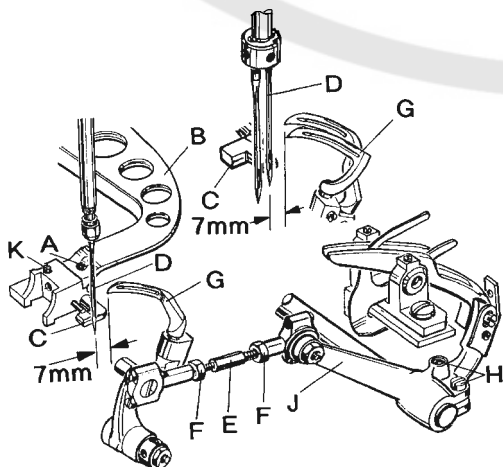
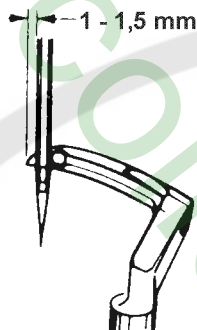
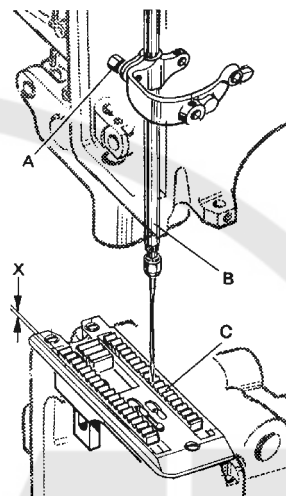
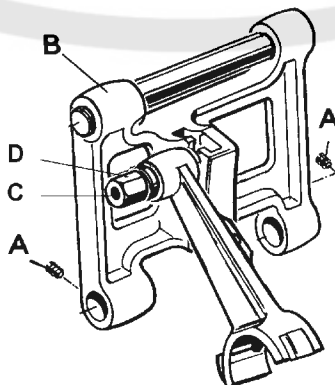

Fig. 10
Fig. 12
Fig. 13
Fig. 14
Remove the presser foot, throat plate and feed dog, for convenient access to the machine. Loosen the screw (A, Fig.10) in the feed bar (B) and push the feed bar needle guard (C) to the rear to avoid its contacting the needle(s) (D).
Set the looper connecting rod (E) so the distance (X, Fig. 12) between the centerlines of the two ball joints is 69.8 mm (2 3/4 in.). For adjustment loosen the two nuts (F, Fig.10) and turn connecting rod (E) forward or backward as required to obtain specified dimension, retighten nuts (F).
Zur bequemen Einstellung entfernen Sie Druckerfuß, Stichplatte und Transporteur. Lösen Sie die Schraube (A, Fig.10) im Transporteurträger (B) und drücken Sie den Nadelanschlag (C) nach hinten, damit er die Nadel(n) (D) nicht berühren kann.
Die Greiferverbindungsstange (E) muß so eingestellt sein, daß der Abstand (X, Fig. 12) von Mitte zu Mitte Kugelgelenk 69,8 mm beträgt. Zum Einstellen lösen Sie die beiden Muttern (F, Fig.10) und drehen die Verbindungsstange (E) vor oder zurück bis der erforderliche Abstand erreicht ist. Ziehen Sie die Muttern (F) wieder an.
Remove the face cover on machine arm. Rotate handwheel in operating direction until the looper point, moving to the left, projects 1 to 1.5 mm (.040 to .060 in.) left of the needle (see Fig. 12). Lower edge of looper and upper edge of needle eye must be flush in this position. If adjustment is necessary, loosen clamp screw (A, Fig. 13) in the needle bar connection and move the needle bar up or down, as required. Retighten screw (A) and remount face cover.
Entfernen Sie den Stirndeckel am Maschinenarm. Drehen Sie das Handrad in Nährichtung bis die sich nach links bewegende Greiferspitze 1 bis 1,5 mm links der Nadel steht (siehe Fig. 12). In dieser Stellung müssen Unter- und Oberkante Greifer und Oberkante Nadelöhr bündig sein. Ist eine Einstellung notwendig, lösen Sie die Klemmschraube (A, Fig. 13) im Nadelstangenmitnehmer und schieben die Nadelstange (B) entsprechend nach oben oder unten. Ziehen Sie die Schraube (A) wieder an und montieren Sie den Stirndeckel.
At highest point of feed dog travel, the lower feed dog (C, Fig. 13) should be set so that the rear teeth project their full depth (X, Fig. 13) above the throat plate surface. For setting remove the lower feed dog and adjust the supporting screw (K, Fig. 10) on the top to the feed bar to the required height. Remount the lower feed dog. After loosening screws (A, Fig. 14) rear in the feed rocker (B) the feed bar with feed dog can be moved laterally to center the feed dog in the throat plate slots, if required. Retighten screws (A).
Im höchsten Punkt der Transporteurbewegung sollen die hinteren Zähne des unteren Transporteurs (C, Fig. 13) eine volle Zahnhöhe (X, Fig. 13) über die Stichplattenoberfläche hinausragen. Zur Einstellung entfernen Sie den Transporteur und stellen die Stützscharbe (K, Fig. 10) oben im Transporteurträger auf die entsprechende Höhe. Montieren Sie den Transporteur wieder. Nach dem Lösen der Schrauben (A, Fig. 14) hinten im Transportrahmen (B) kann der Transporteurträger bei Bedarf mit dem Transporteur seitlich verschoben und in den Stichplattenschlitzten vermittelt werden. Ziehen Sie die Schrauben (A) wieder an.
Stud (C, Fig. 14) for setting the stitch length is accessible from the outside.
The length of the stitch can be adjusted by raising or lowering the stud (C, Fig. 14) in the segment slot of the feed rocker (B). Lowering stud (C) will lengthen the stitch, raising the stud will shorten the stitch. After loosening nut (D), stud (C) can be moved accordingly. When the desired stitch length is obtained, retighten nut (D).
Der Bolzen (C, Fig. 14) zur Einstellung der Stichtlänge ist von außen zugänglich.
Die Stichtlänge kann durch Höher- oder Tieferstellen des Bolzens (C, Fig. 14) in der Nut des Transportrahmens (B) verändert werden. Tieferstellen des Bolzens (C) verlängert den Stich, Höherstellen verkürzt ihn. Nach Lösen der Mutter (D) läßt sich der Bolzen (C) entsprechend verschieben. Wenn die gewünschte Stichtlänge eingestellt ist, ziehen Sie die Mutter (D) wieder an.
The needle guard (C, Fig. 10) has to be set so, that it just contacts the needle at its most forward point of travel, without deflecting it.
Loosen screw (A, Fig. 10) in the feed bar (B) and adjust the needle guard (C) accordingly. Retighten screw (A).
Der Nadelanschlag (C, Fig. 10) muß so eingestellt sein, daß er in der vordersten Stellung seiner Bewegung gerade die Nadel berührt, aber nicht ablenkt.
Zur Einstellung lösen Sie die Schraube (A, Fig. 10) im Transporteurträger (B), und stellen den Nadelanschlag (C) entsprechend ein. Ziehen Sie die Schraube (A) wieder an.